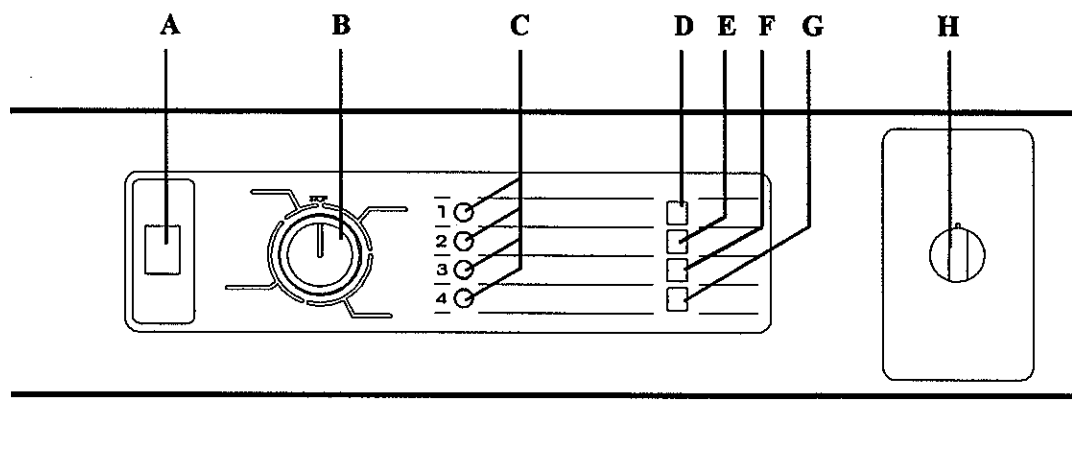

fig. 6
2.2 CONTROL DEVICES (fig. 6)
2.2. DISPOSITIVOS DE CONTROL Y MANDO. (fig. 6)
2.2 DISPOSITIFS DE CONTROLE ET DE COMMANDE (fig. 6)